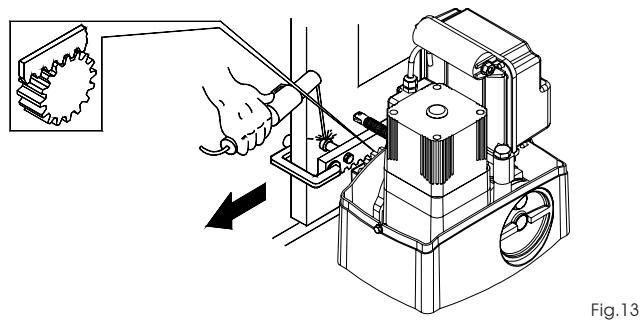

Fig.13
- Poser horizontalement sur le pignon le premier élément de la crémaillère et souder le cliquet taraudé sur le portail d'après la Fig. 13.